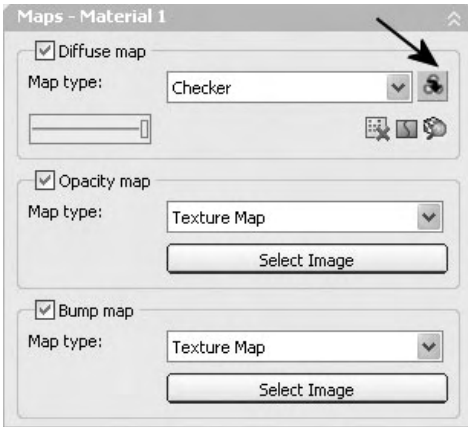

Fig.13.35
- Cliquez sur le bouton **Click for Checker settings (Paramètre du Damier)** (fig.13.35).